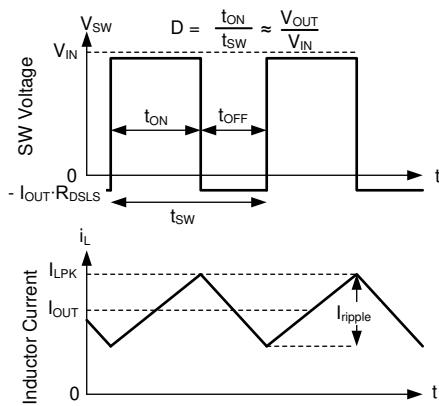

図 7-15. 連続モード (CCM) における SW 電圧とインダクタ電流の波形
本デバイスの以下の動作の説明は、セクション 7.2 と以下の波形 (図 7-15) を参照しています。CCM では、本デバイスは、内蔵ハイサイド (HS) およびローサイド (LS) NMOS スイッチを各種デューティ・サイクル (D) でオンにすることで、出力電圧のレギュレーションを実現します。HS スイッチのオン時間の間、SW ピンの電圧 ( $V_{SW}$ ) は  $V_{IN}$  の付近までスイングし、インダクタ電流 ( $i_L$ ) は線形的な傾きで増加します。HS スイッチは、制御ロジックによってオフにされます。HS スイッチのオフ時間 ( $t_{OFF}$ ) の間、LS スイッチはオンにされます。インダクタ電流は LS スイッチを通して放電され、LS スイッチの両端の電圧降下によって  $V_{SW}$  をグランドの下まで強制的にスイングさせます。一定の出力電圧を維持するため、コンバータ・ループはデューティ・サイクルを調整します。D は、HS スイッチのオン時間をスイッチング周期で割った値として次のように定義されます。